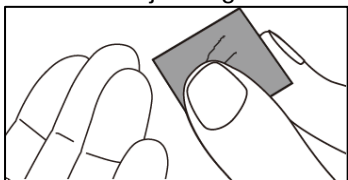
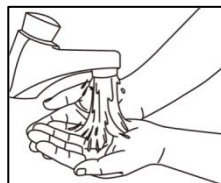

Fig. 5.22
Fig. 5.23
Paso 7: Antes de la prueba, límpiase la mano con una gasa con alcohol o lávese las manos con jabón (consulte la Fig. 5.22 y la Fig. 5.23). Use agua tibia para aumentar el flujo sanguíneo en el dedo si es necesario y luego séquese bien las manos. Masajee la mano desde la muñeca hasta la punta del dedo varias veces para estimular el flujo sanguíneo.